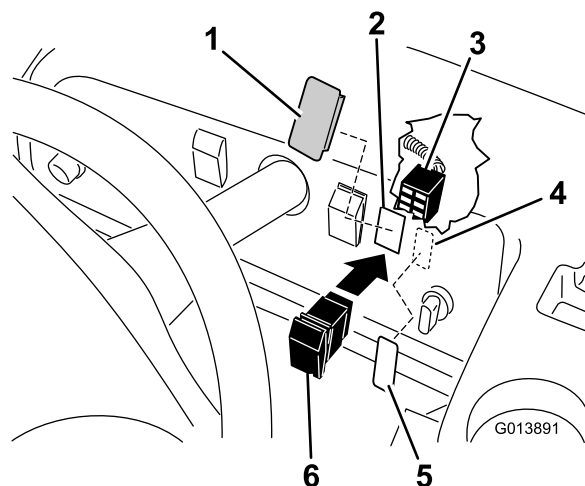

Figure 15
1. Enlevez le cache qui masque le trou de droite du tableau de bord (Figure 15).
2. Insérez l'interrupteur dans le trou pratiqué dans le tableau de bord (Figure 15).